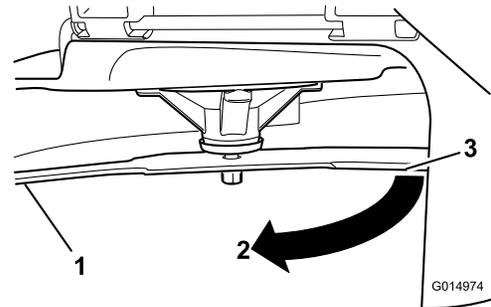

**Figura 54**
2. Llevando guantes fuertemente acolchados u otro tipo de protección apropiada para las manos, gire la cuchilla lentamente hasta una posición que permita medir la distancia entre el filo de corte y la superficie nivelada en la que descansa la máquina (**Figura 54**).